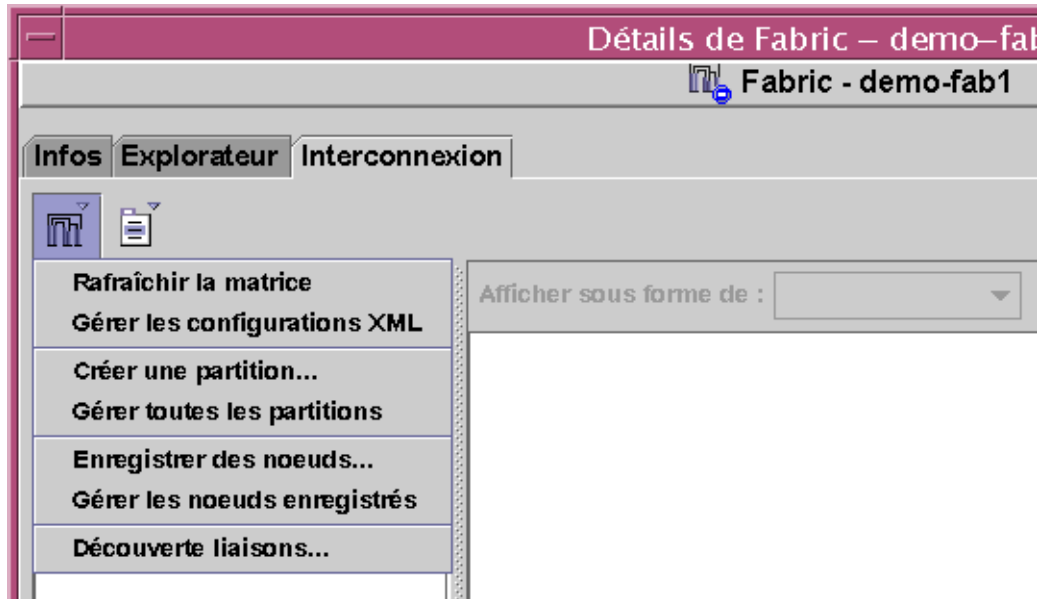

FIGURE 6-5 Menu Matrice affichant l'option Créer une partition
1. Ouvrez la fenêtre **Détails de la matrice**, déroulez le menu **Matrice** et sélectionnez **Créer une partition**. Voir la FIGURE 6-5 qui illustre ce menu.